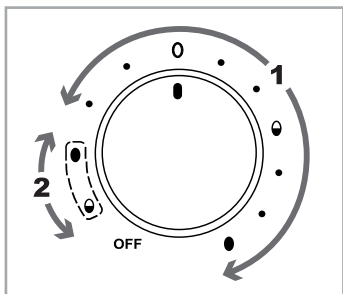

Fig. 1
- 1) Gire el regulador giratorio **10** hasta ajustarlo en la posición que se corresponda con el nivel de cocción deseado para los huevos. Utilice el rango de ajuste "1" (consulte la fig. 1) con los símbolos y los puntos correspondientes colocados delante:
Para el primer proceso de cocción, utilice el rango de ajuste "**1**" con los símbolos y los puntos correspondientes colocados delante. Para el segundo proceso de cocción, utilice el rango de ajuste "**2**" con los símbolos que aparecen rodeados (consulte la fig. 1).
- 2) Ajuste el regulador giratorio **10** en la posición que se corresponda con un nivel de cocción inferior para los huevos que deban quedar menos cocidos (utilice el rango de ajuste "**1**"; consulte la fig. 1). Tras esto, el piloto de control **9** se ilumina y se inicia el proceso de cocción.
- 5) Vuelva a colocar la tapa **3** y gire el regulador giratorio **10** hasta ajustarlo en la posición de los símbolos rodeados (rango de ajuste **"2"**, consulte la fig. 1) que se corresponda con el nivel de cocción deseado para los huevos restantes: